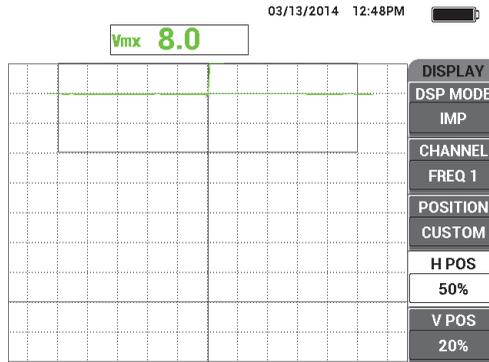

図 5-86 水平位置を使った水平マークの作成
9. 表示メニューキー () を押し、名刺 3 枚の上にプローブを置き、H 位置 (D キー) を 0% から 100% まで上げて、続いて 50% に戻します。水平マークが作成されます (191 ページの図 5-86 を参照)。